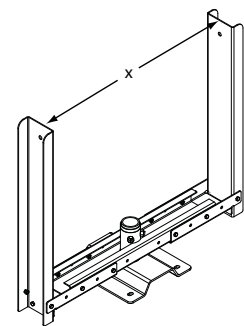

Figure 9 — Largeur du ventilateur pour le support de fixation au plafond
- Voir la largeur du ventilateur dans la table ci-dessous et la Figure 9. Placer le moyeu tournant entre les deux bras et coulisser les bras pour obtenir la largeur souhaitée. Attacher avec quatre (4) boulons de 5/16 x 3/4 po de chaque côté du moyeu tournant.